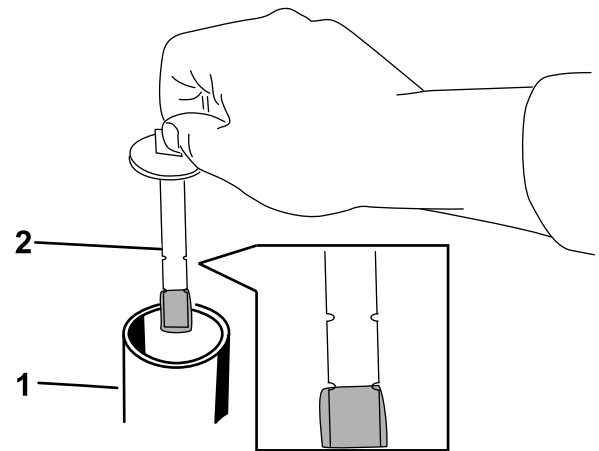

Figura 82
5. Retire el tapón y la varilla del depósito hidráulico (Figura 82).